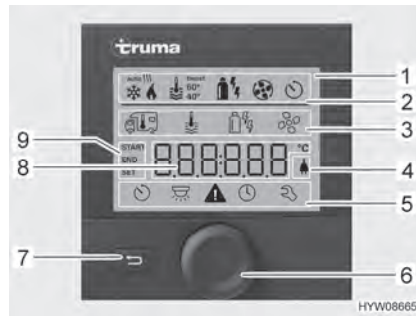
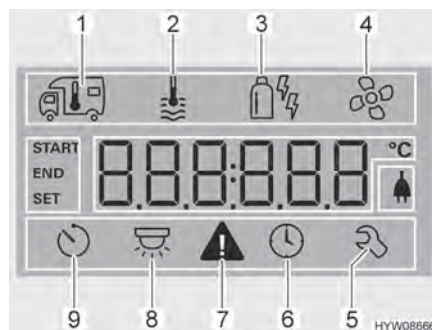

Fig. 122 Unidad de mando con visualizaciones
Fig. 123 Display (unidad de mando)
- Línea de estado (Fig. 122,2)
- Línea del menú superior (Fig. 122,3)
- Zona de visualización (Fig. 122,8)
- Línea del menú inferior (Fig. 122,5)
- Pulsar el pulsador giratorio (Fig. 122,6) por aprox. 3 segundos. Se visualizarán las dos líneas de menú (Fig. 122,3 y Fig. 122,5). El primer símbolo parpadeará.
- Girar el pulsador giratorio (Fig. 122,6) hasta que parpadee el símbolo de menú deseado.
- Pulsar el pulsador giratorio para guardar el valor ajustado. Si sin embargo no se desea cambiar el valor ajustado originalmente: Pulsar la tecla Atrás (Fig. 122,7).
- Girar el pulsador giratorio (Fig. 122,6) hasta que parpadee el símbolo de menú Calefacción (Fig. 123,1).
- Pulsar el pulsador giratorio para guardar el valor ajustado. El símbolo en la línea de estado (Fig. 122,2) parpadeará hasta que se haya alcanzado la temperatura ambiente ajustada. Si sin embargo no se desea cambiar el valor ajustado originalmente: Pulsar la tecla Atrás (Fig. 122,7).
- Girar el pulsador giratorio (Fig. 122,6) hasta que parpadee el símbolo de menú Agua caliente (Fig. 123,2).
- Pulsar el pulsador giratorio para guardar el valor ajustado. El símbolo en la línea de estado (Fig. 122,2) parpadeará hasta que se haya alcanzado la temperatura de agua caliente ajustada. Si sin embargo no se desea cambiar el valor ajustado originalmente: Pulsar la tecla Atrás (Fig. 122,7).
- Girar el pulsador giratorio (Fig. 122,6) hasta que parpadee el símbolo de menú de modo de funcionamiento (Fig. 123,3).
- Pulsar el pulsador giratorio para guardar el modo de funcionamiento ajustado. Si sin embargo no se desea cambiar el modo de funcionamiento ajustado originalmente: Pulsar la tecla Atrás (Fig. 122,7).
- Girar el pulsador giratorio (Fig. 122,6) hasta que parpadee el símbolo de menú Ventilador (Fig. 123,4).
- Girar el pulsador giratorio (Fig. 122,6) hasta que parpadee el símbolo de menú Reloj programador (Fig. 123,9).
- Pulsar el pulsador giratorio. El reloj programador estará activado. El símbolo Reloj programador (Fig. 123,9) parpadeará si el reloj programador está programado y activo.
En caso de una advertencia, parpadeará el símbolo de advertencia (Fig. 123,7). La calefacción continuará funcionando. Si sólo se trata de una avería temporal, el símbolo de advertencia se apagará automáticamente.